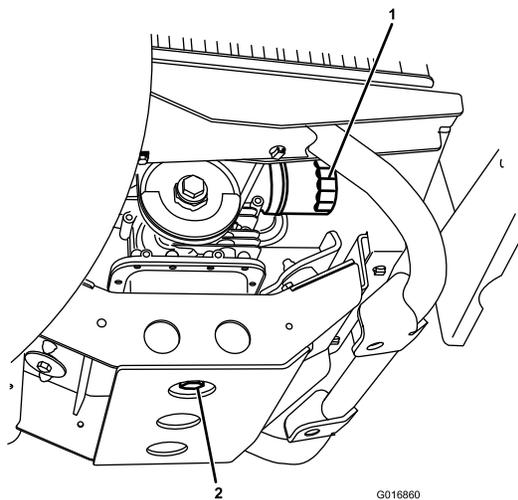

Figura 24
5. Retire el tapón de vaciado (Figura 24) y deje fluir el aceite a un recipiente apropiado. Cuando el aceite deje de fluir, coloque el tapón de vaciado.
2. Retire el filtro de aceite (Figura 24).